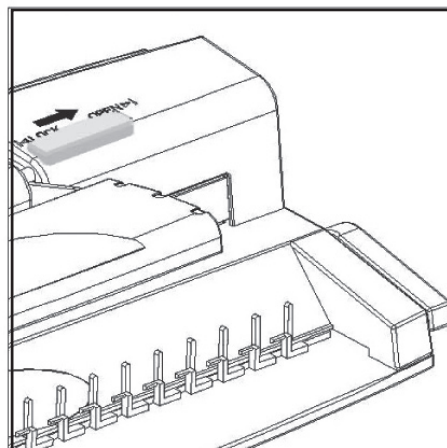

Abb. 2
- Stanzplatte herunterdrücken und die Sicherungstaste nach rechts schieben (siehe Abb. 2).